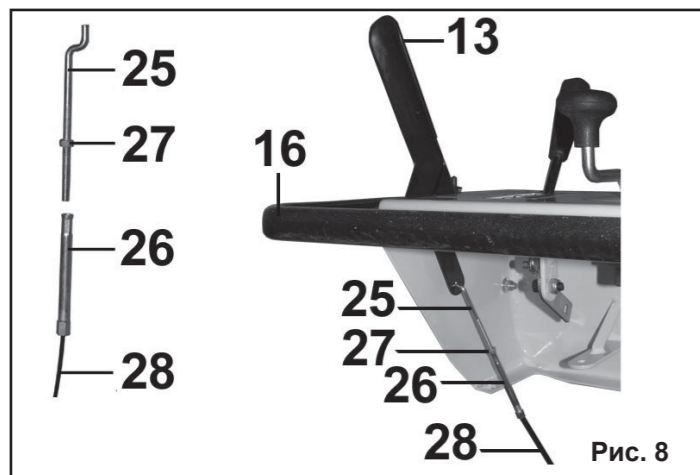

Рис. 8
6.4. Установка тросиков привода (Рис. 8).